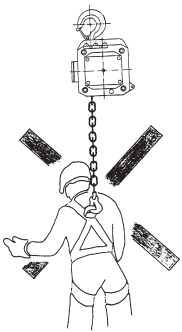

Fig. 2
- Non è assolutamente consentito l'impiego di questo paranco per il trasporto di persone (Fig. 2);